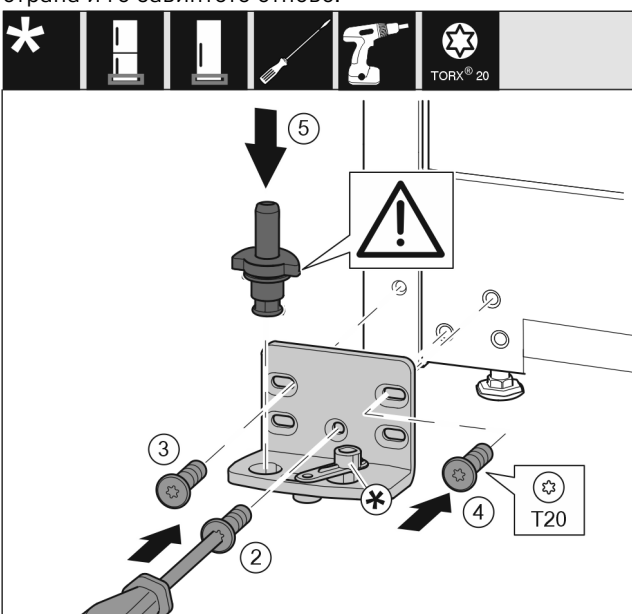

Fig. 20
- Поставете лагерната стойка от другата страна и я завийте с помощта на отвертка. Започнете с винт Fig. 20 (2) долу в средата.
- Затегнете винта Fig. 20 (3) и винта Fig. 20 (4).
- Вкарайте изцяло лагерния болт Fig. 20 (5). При това обърнете внимание на това, фиксиращата гърбица да сочи назад.